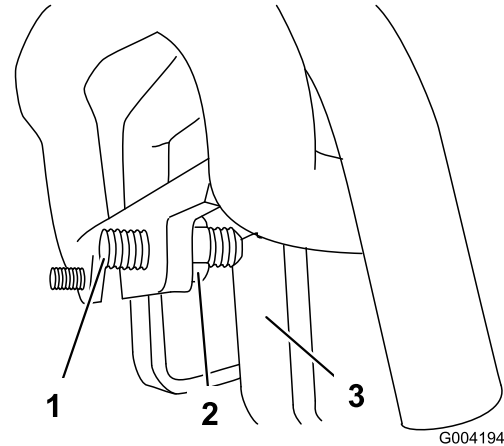

Bild 55
3. Falls die Zugmaschine nach **links** ausschert, lockern Sie die **rechte** Klemmmutter und stellen Sie die Spurweiten-Stellschrauben vorne am Fahrtrieb ein (Bild 55).
Sie die Spurweiten-Stellschrauben vorne am Fahrtrieb ein (Bild 55).